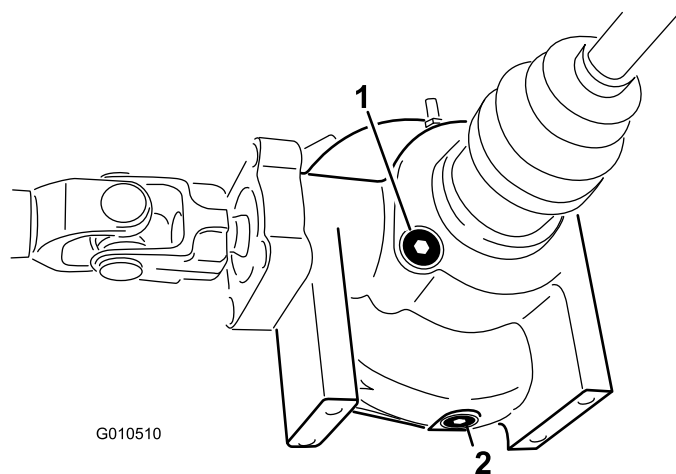

Figura 18
2. Limpie la zona alrededor del tapón de llenado/verificación en el lado del diferencial (Figura 18).